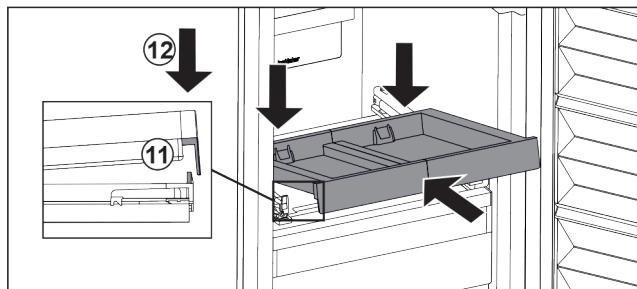

Fig. 26
- Zasuňte ju šikmo. Dbajte na to, aby sa na oboch stranach doraz nachádzal za sponou. Fig. 26 (11)
- Zložte vyťahovaciu poličku vpred. Fig. 26 (12)